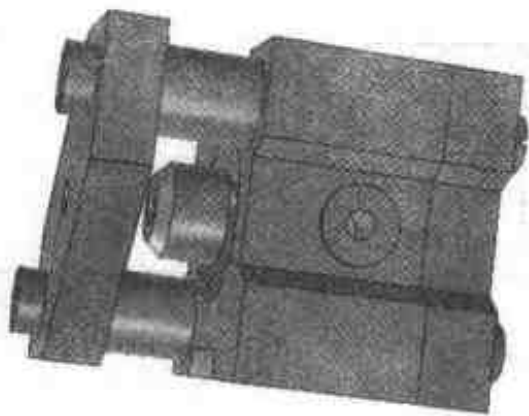

图 3.91 装配图
- (4) 按 F10 键, 关闭【三维球】命令, 结果如图 3.91 所示。